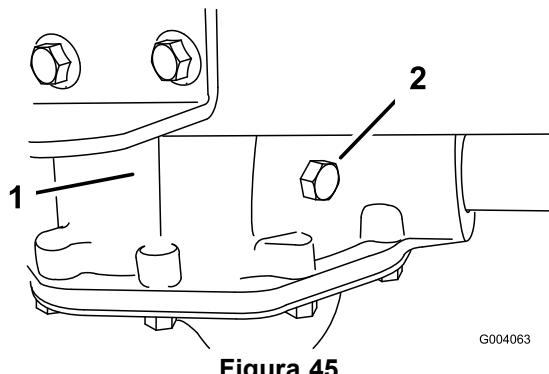

Figura 45
- Tire a cavilha reguladora do eixo de transmissão (Figura 45).